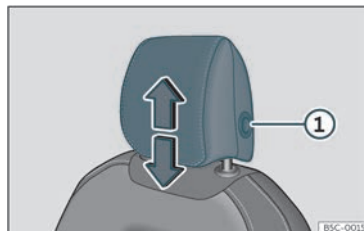
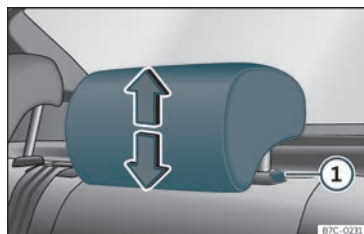

Fig. 101 Banco dianteiro: ajuste do encosto de cabeça.
Fig. 102 Encostos de cabeça traseiros: ajuste do encosto de cabeça.
proceda da mesma forma, pressionando o botão lateral ①»» Fig. 101 »» Fig. 102.
- Pressione o botão lateral»» Fig. 101 ① e retire o encosto de cabeça.